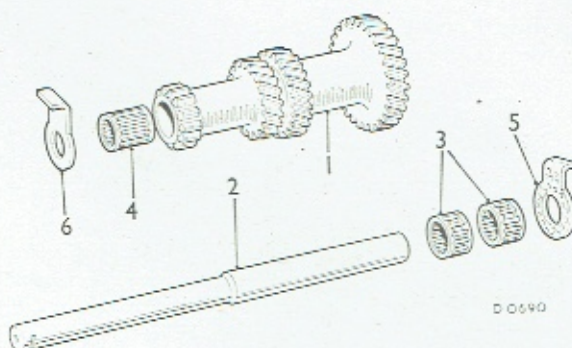

Fig. F.4
- 29) Monter bundhjulet med en tryk-skive af standardstørrelse ved den ene ende og mål gabet ved den anden ende. Der henvises til skemaet (se fig. F.4), så der udvælges en tryk-skive, der giver et endeslør på 0,05-0,15 mm. På 3-trins synkromesh gearkasser er den lille tryk-skive af standard størrelse, mens den store er selektiv; på 4-trins kasser er det omvendt.